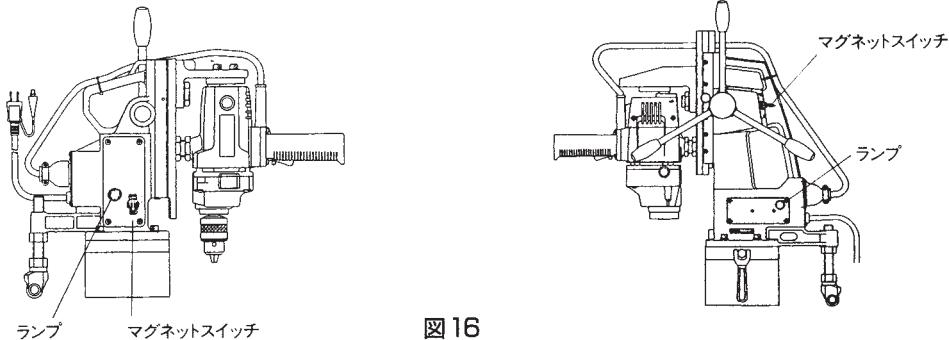

図 16
#### (1) マグネットのON・OFF (図 16)
- ① マグネットスイッチをON側に倒すとランプが点灯してマグネットが吸着します。
- ② マグネットスイッチをOFF側に倒すとランプが消灯してマグネットがOFF(切)になります。